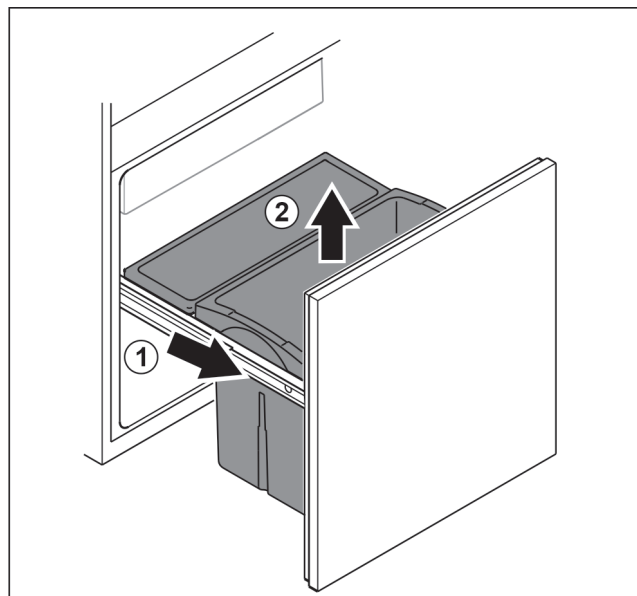

Fig. 80
- ▶ Tirer le chariot coulissant jusqu'en butée. Fig. 80 (1)
- ▶ Retirer le tiroir par le haut. Fig. 80 (2)